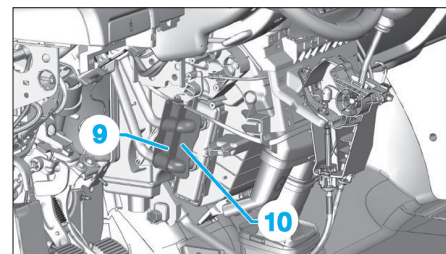

Fig. 20
- la vis (9) (Fig.20),
- la bride de maintien (10),